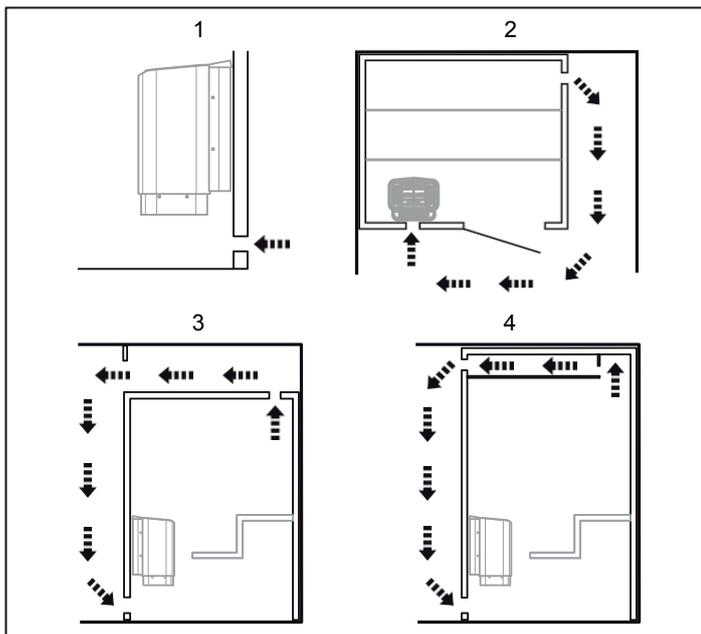

Figura 7: Posizionamento delle bocchette di aspirazione e scarico dell'aria
- alla massima distanza possibile dalla presa d'aria, ad esempio in diagonale (vedi Figura 7).
- in alto sulla parete o nel soffitto (vedere Figura 7).